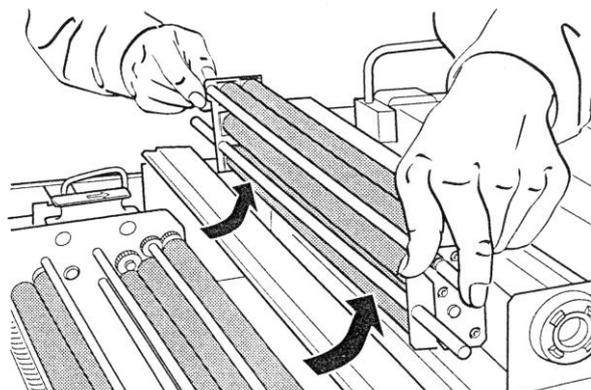

Рис.19
- Распределительные ролики (рис.19) состоят из одного блока по 3 пары роликов, которые можно снять и вычистить все вместе.
- Снимите блоки валиков (рис.19)